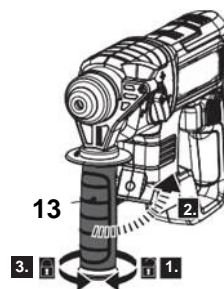

Fig. 12
1. Gire la empuñadura auxiliar (13) en sentido antihorario para aflojarla (Fig. 12, paso 1).
2. Rote la empuñadura auxiliar (13) alrededor del collar (14) hasta colocarla en la posición deseada (Fig. 12, paso 2).
3. Fije firmemente la empuñadura auxiliar (13) antes de cada uso (Fig. 12, paso 3).